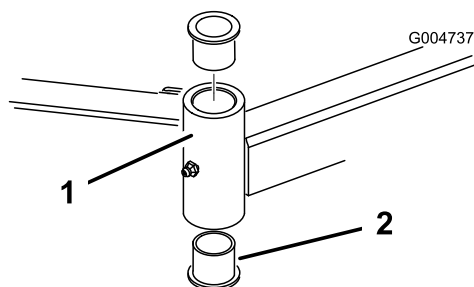

Рисунок 27
4. Вставьте выколотку сверху или снизу монтажной трубы и выбейте втулку из трубы (Рисунок 27).